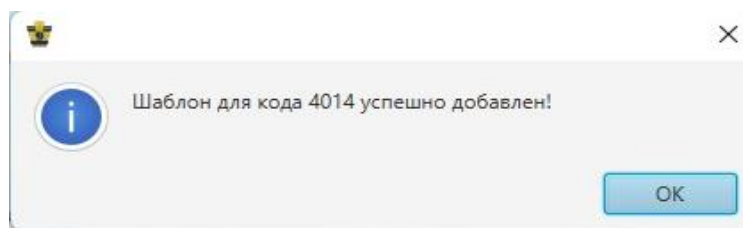

Рисунок 2.11 – Модальное окно об успешном добавлении
5) получить уведомление об успешном добавлении шаблона (рисунок 2.11).